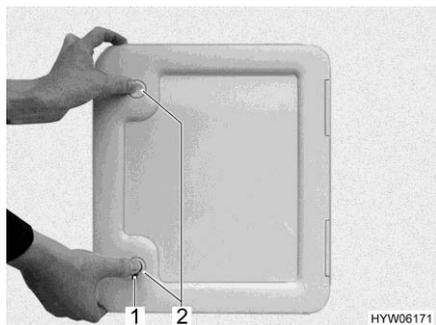
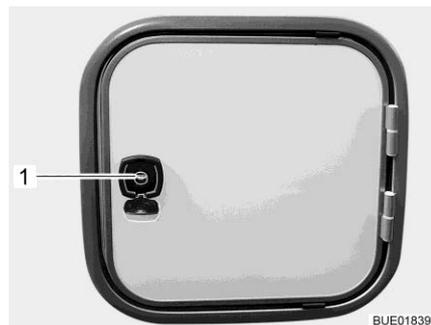

Fig. 267 Trampilla para el depósito de aguas fecales
Fig. 268 Trampilla para el depósito de aguas fecales (alternativa)
- Abrir la trampilla para el depósito de aguas fecales en el exterior del vehículo. Para esto, introducir la llave en el cilindro de cierre de la cerradura (Fig. 267,1 ó bien Fig. 268,1) y girarla un cuarto de vuelta.
- En caso de existir: presionar ambos cierres a presión (Fig. 267,2) al mismo tiempo con el pulgar y abrir la trampilla.